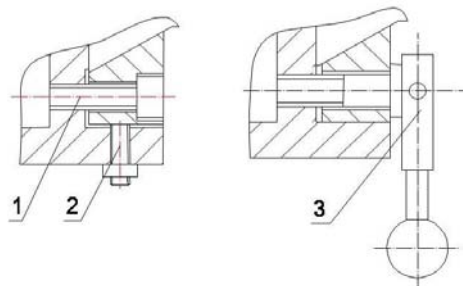

Рис. 13
7.1.3 Регулировка зазора между консолью стола и стойкой (Рис.13).